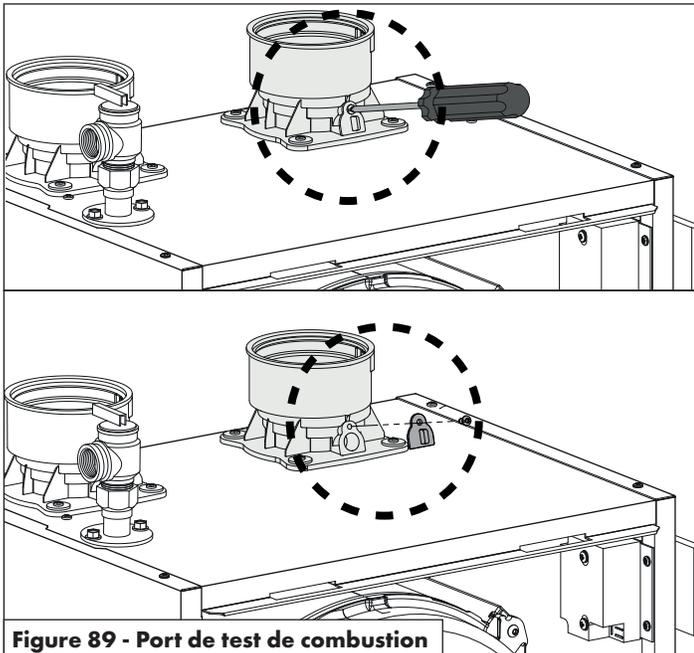

Figure 89 - Port de test de combustion
5. Remettez en place le port de test de combustion - voir la Figure 89.